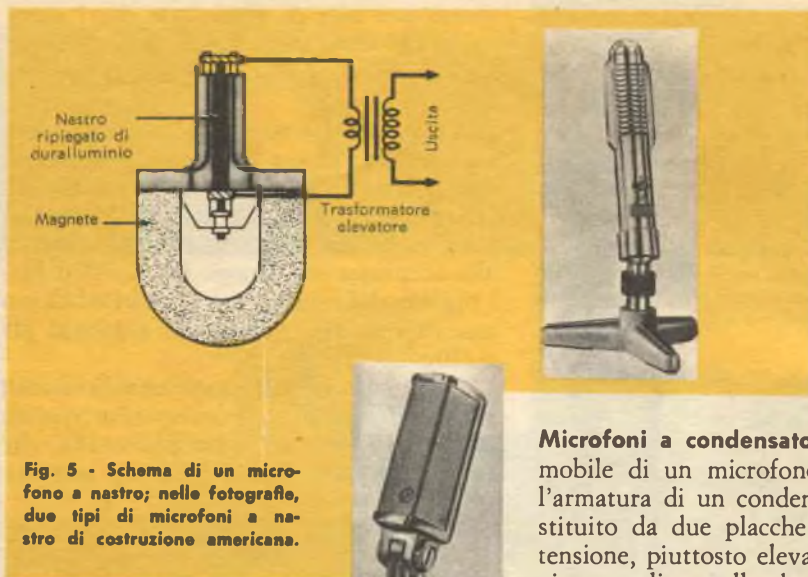

Fig. 5 - Schema di un microfono a nastro; nelle fotografie, due tipi di microfoni a nastro di costruzione americana.
**Microfoni a nastro** - Un tipo di microfono di prezzo più ridotto, che tuttavia si avvicina alle caratteristiche del microfono a condensatore nelle sue prestazioni generali, è il microfono a nastro. Esso è formato da uno stretto nastro ripiegato di duralluminio, sostenuto alle estremità da due staffe che lo tengono entro un campo magnetico; quando le onde sonore incidenti sul nastro lo costringono a vibrare, esso taglia le linee di forza del campo magnetico generando così una tensione ai suoi estremi (fig. 5). Siccome non possiede diaframmi o complessi sistemi di sospensione, la frequenza di risonanza di un microfono a nastro può essere tenuta al di sotto dei 20 Hz; questo tipo di microfono è anche completamente sprovvisto di cavità risonanti o di duplicatori di pressione.